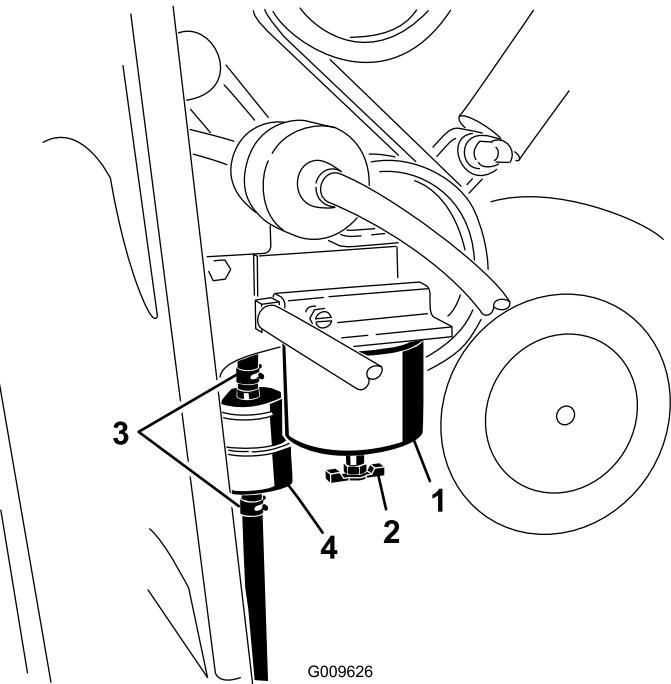

Figura 37
1. Individuare il filtro carburante sul lato destro del motore (Figura 37) e posizionare un recipiente pulito sotto di esso.
1. Individuare i filtri carburante sul lato destro del motore (Figura 37) e posizionate un recipiente pulito sotto di esso.
2. Pulire la superficie circostante la scatola del filtro (Figura 37).
3. Rimuovete la scatola del filtro e pulite la superficie di montaggio (Figura 37).
5. Installare a mano la scatola del filtro finché la guarnizione non tocca la superficie di appoggio, poi ruotarla per un altro 1/2 giro (Figura 37).
6. Individuare il filtro in linea dietro la scatola del filtro del carburante (Figura 37) e osservate la direzione della freccia del flusso sul lato del filtro in linea.
7. Aprite i fermi su ciascuna estremità del filtro in linea ed estraete i flessibili (Figura 37). Gettate via il filtro.
8. Fate scorrere i flessibili sull'estremità di un nuovo filtro (Figura 37), verificate che la freccia sul filtro sia posizionata nella stessa direzione di quella sul vecchio filtro.